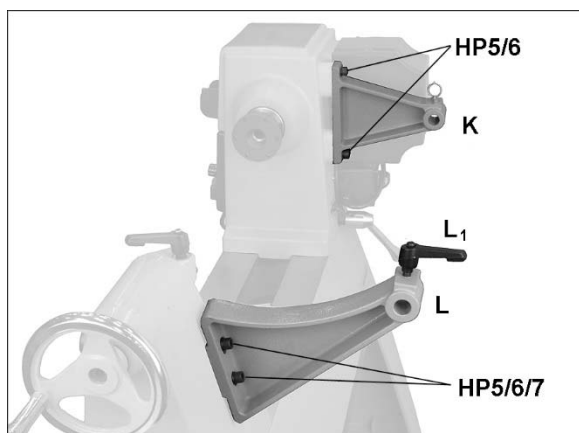

Figure 6-3 : Installer les supports
1. Installer le support de protection (K, Figure 6-3) sur la poupée fixe.
2. Installer le support du comparateur (I, Figure 6-3) sur la poupée mobile avec des attaches. Les trous du support sont fendus pour s'aligner avec le support de protection.
3. Installer la poignée de verrouillage (L1, Figure 6-3).